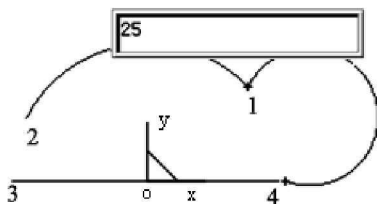

图 2-5
(5) 单击“圆弧”图标, 选择“两点_半径”。
(6) 按回车键→用鼠标捕捉“1”点→捕捉“4”点→移动光标到合适位置, 按回车键→选择两点半径并输入“半径”25→按回车键结束, 结果如图 2-5 所示。